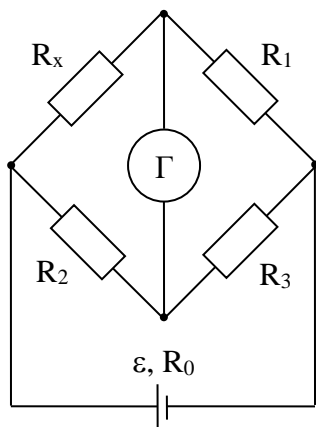

Рис. 5.
- Определить значение сопротивления резистора  $R_x$ , включенного в плечо моста (рис. 5), если в уравновешенном состоянии сопротивления других плеч моста составляют:  $R_1 = 100$  Ом,  $R_2 = 524$  Ом,  $R_3 = 2000$  Ом.